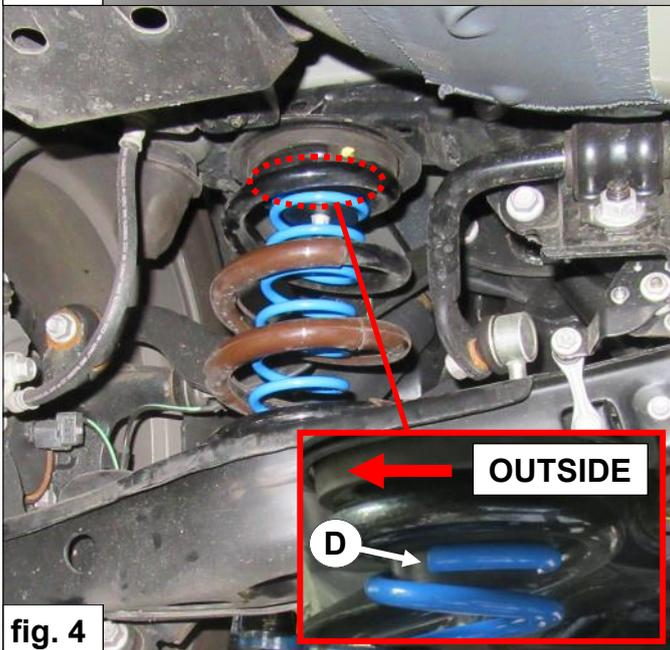

fig. 4
8. Vrid den hjälpfjadern **C**, så att fjäderändarna **D** är riktade till utsidan. Se fig. 4.